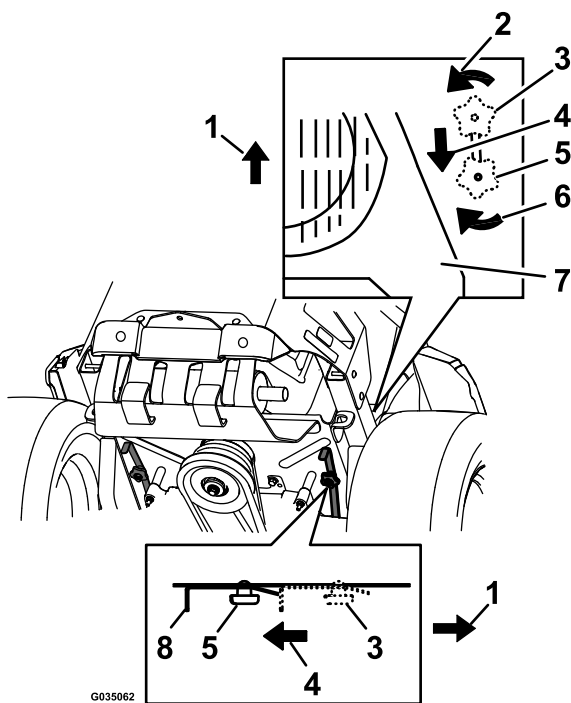

Рисунок 33
4. Чтобы перемещать машину толканием, переведите обе ручки перепуска назад и зафиксируйте их на месте (Рисунок 33).
6. Чтобы работать на машине, переведите ручки перепуска в положение FORWARD (ВПЕРЕД) и зафиксируйте их на месте (Рисунок 33).